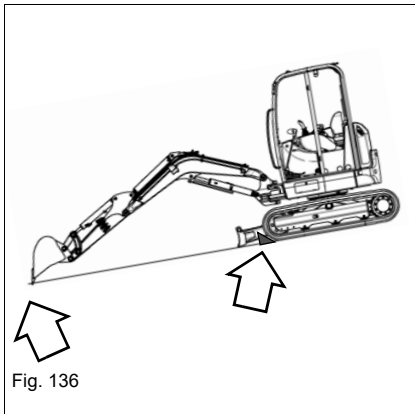

Fig. 136
- Asegurar la máquina con cuñas de calce (ver Fig. 136).